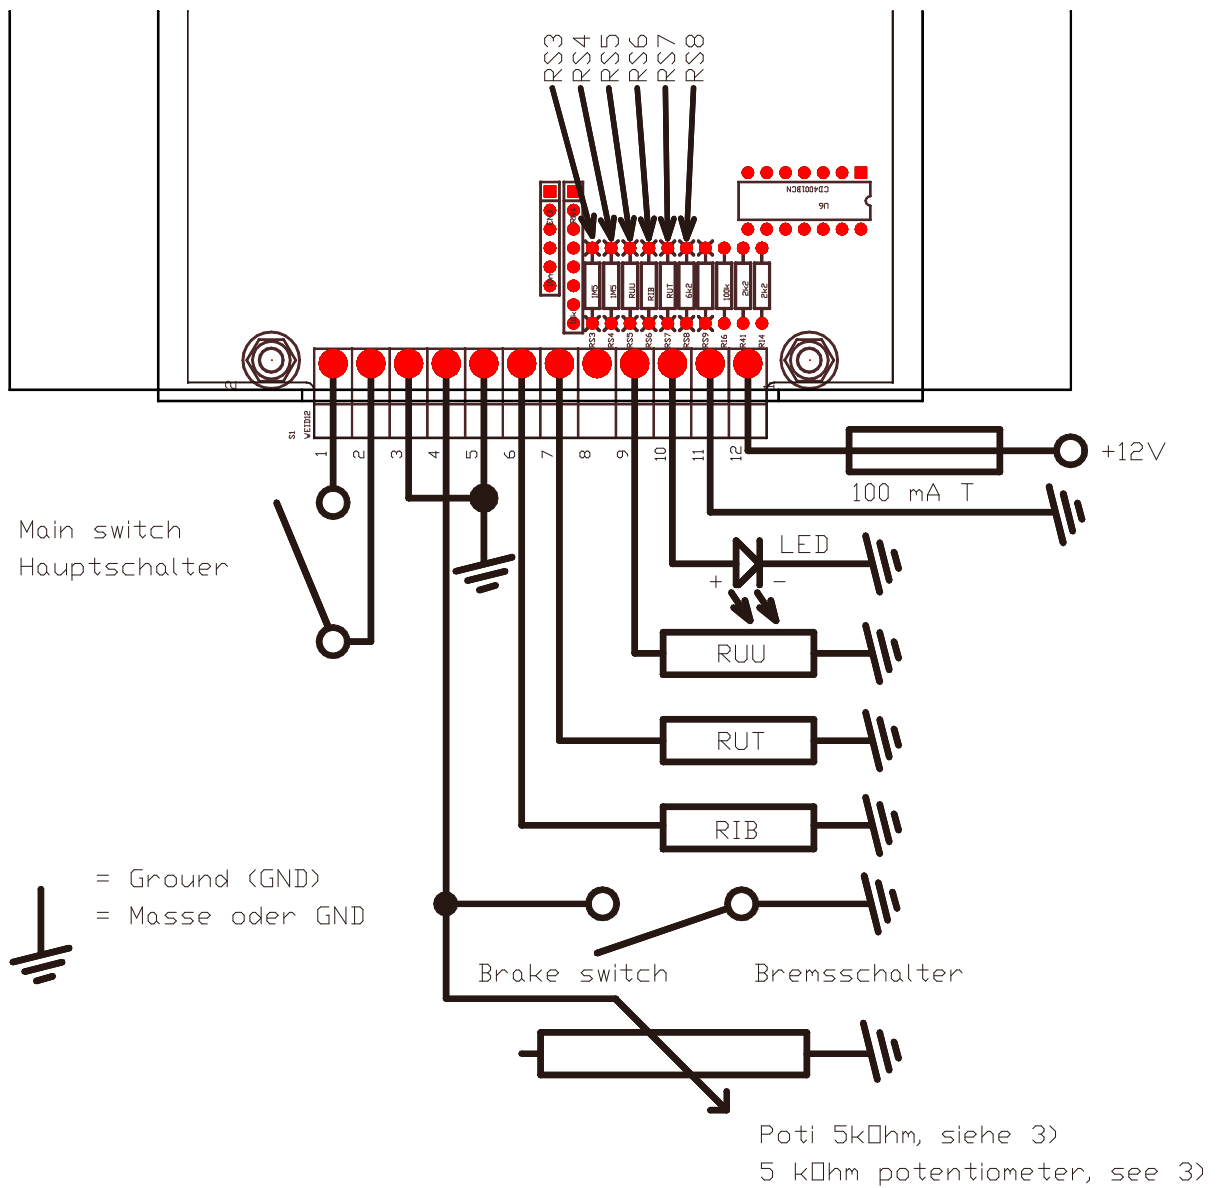

Fig. 6
*If the brake switch is required to operate in the opposite manner (controller switches off when the switch contacts are closed), it can be wired as shown in fig. 6. However, in this case, pin 3 must be connected permanently to ground (pin 5 or pin 11) so that the normal function of the brake switch pin is deactivated.*
Falls die umgekehrte Funktion des Bremsschalters benötigt wird (Steuerung schaltet aus bei geschlossenem Kontakt des Bremsschalters), kann die Verdrahtung wie in Fig. 6 verwendet werden. In diesem Fall muss allerdings eine feste Verbindung zwischen Pin 3 und Masse (Pin 5 oder Pin 11) hergestellt werden, damit die normale Funktion des Bremsschalterpins ausser Funktion gesetzt wird.